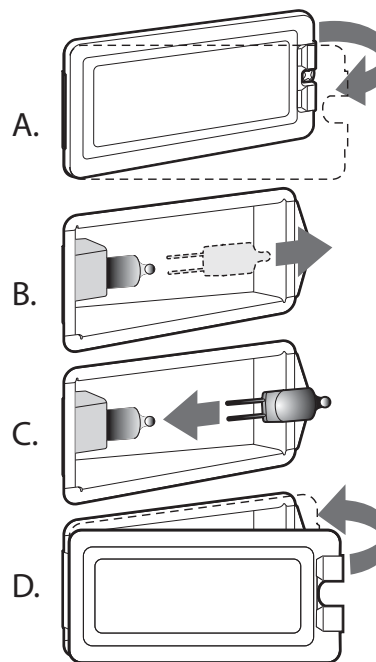

Figure 34 : Emplacement de l'ouverture
3. Insérez la pointe d'un tournevis plat entre l'attache de fixation et le boîtier de la lampe (Figure 34, A).
6. Enlevez le couvercle de la lentille de verre et l'attache de fixation (Figure 34, B).
8. Ne touchez pas au verre de la nouvelle ampoule de remplacement avec vos doigts, sans quoi elle ne fonctionnera pas lorsque vous l'allumerez. Prenez l'ampoule de remplacement avec un linge sec et propre. Localisez les deux fentes du support de céramique en y poussant doucement les deux broches de l'ampoule (Figure 34, C).
11. Rallumez le disjoncteur (Figure 34, D).